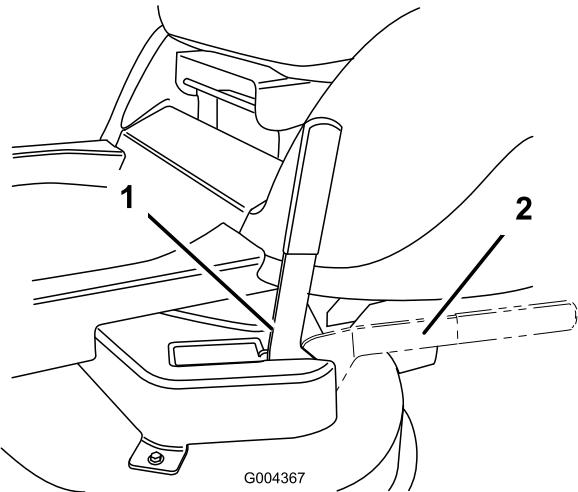

Figura 15
3. Mova a alavanca de reciclagem imediata (Figura 15) para a posição desejada: